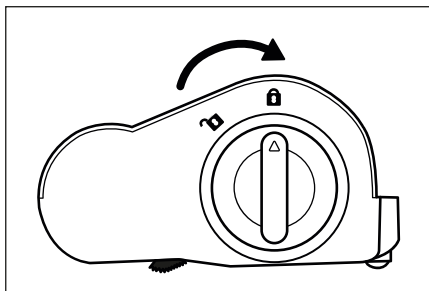

Fig. 29
- 5) Introduza o rolo de escova 20 na escova para chão 21 e rode o desbloqueio do rolo de escova 19 no sentido do símbolo  (fechar) (ver fig. 29).